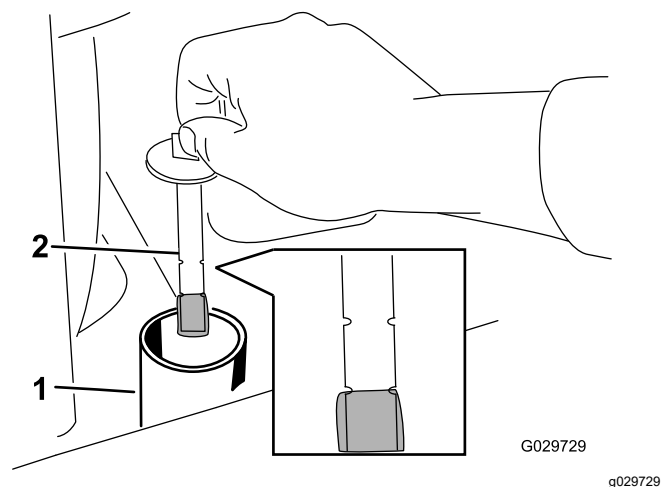

Figure 73
6. Enlevez le bouchon et la jauge du réservoir hydraulique (Figure 73).